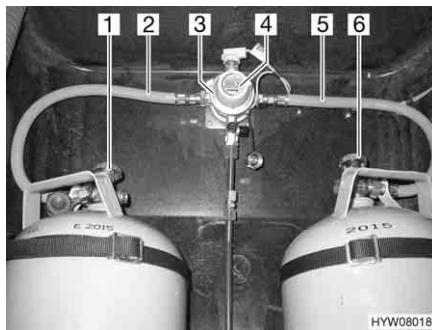
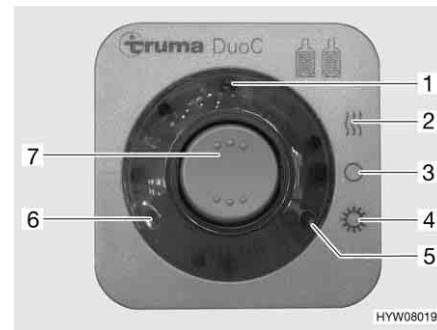

Fig. 69 Impianto di commutazione DuoControl
Fig. 70 Centralina di controllo
L'impianto di commutazione DuoControl è costituito da una valvola di commutazione (Fig. 69,3) e da una centralina di controllo (Fig. 70). La valvola di commutazione è installata tra i tubi del gas (Fig. 69,2 e 5). Con la manopola (Fig. 69,4) sulla valvola di commutazione è possibile stabilire, quale delle bombole del gas viene utilizzata come bombola in uso e quale bombola del gas viene utilizzata come bombola di riserva.
Sulla centralina di controllo (Fig. 70) possono venire azionate solo le funzioni elettriche. Le valvole principali di arresto delle bombole del gas (Fig. 69,1 e 6) devono essere aperti manualmente.
La valvola di commutazione garantisce una pressione del gas costante, indipendentemente da quale bombola provenga l'alimentazione del gas. Le due spie di controllo sulla centralina di controllo indicano il livello di riempimento della bombola in uso. Se è accesa la spia di controllo verde (Fig. 70,6), la bombola in uso è piena. Se è accesa la spia di controllo rossa (Fig. 70,5), la bombola in uso è vuota. Il rifornimento di gas avviene poi tramite la bombola di riserva.
- Aprire le valvole principali di arresto delle bombole del gas (Fig. 69,1 e 6).
- Con la manopola (Fig. 69,4) sulla valvola di commutazione (Fig. 69,3) selezionare la bombola del gas, da cui proviene la principale alimentazione del gas (bombola in uso). Girare la manopola fino all'arresto.
- Sulla centralina di controllo (Fig. 70) attivare l'impianto di commutazione DuoControl. Posizionare l'interruttore a bilico (Fig. 70,7) su funzionamento invernale "On e riscaldamento" (Fig. 70,2) oppure su funzionamento estivo "On" (Fig. 70,4). La valvola di commutazione è ora disareata. La spia di controllo gialla (Fig. 70,1) è accesa, se si seleziona la modalità di funzionamento invernale e l'impianto antighiaccio con regolatore è attivato.
- Portare l'interruttore a bilico (Fig. 70,7) in posizione "O" (Fig. 70,3). La spia gialla di controllo (Fig. 70,1) si spegne.
- Chiudere le valvole principali di arresto delle bombole del gas (Fig. 69,1 e 6).
Le spie di controllo sulla centralina di controllo (Fig. 70,5 e 6) segnalano all'interno del veicolo, se la bombola in uso è pronta al funzionamento.
Se la spia di controllo verde (Fig. 70,6) si spegne durante il funzionamento e la spia di controllo rossa (Fig. 70,5) si accende, significa che la bombola del gas selezionata come bombola in uso è vuota e deve essere sostituita. La bombola di riserva continua ad alimentare le utenze a gas.